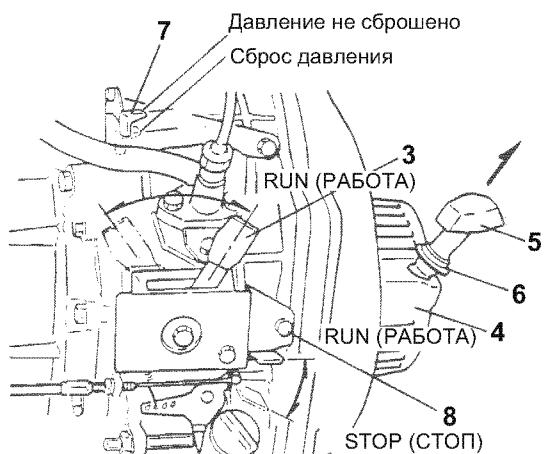

Рис. 65
Поэтому чтобы получить необходимый ток с использованием удлинителя, выбирайте кабель толщиной (площадь поперечного сечения S проводника) максимально приближенной к предварительно рассчитанному значению для получения необходимой мощности для той нагрузки, которая будет подключаться с помощью этого кабеля (напряжение (B) x сила тока (A)) с помощью Рис. 65.
2. Переведите рычаг регулятора (Рис. 65, (3)) в положение RUN (РАБОТА).
3. Медленно потяните ручку (Рис. 65, (5)) ручного стартера (Рис. 65, (4)), пока не почувствуете сопротивление (положение хода сжатия).
4. Верните ручку в первоначальное положение (Рис. 65, (6)).
5. Установите рычаг сброса давления (Рис. 65, (7)) в положение сброса давления.
2. Опустите рычаг останова (Рис. 65, (8)) и установите рычаг регулятора (Рис. 65, (3)) в положение STOP (СТОП).